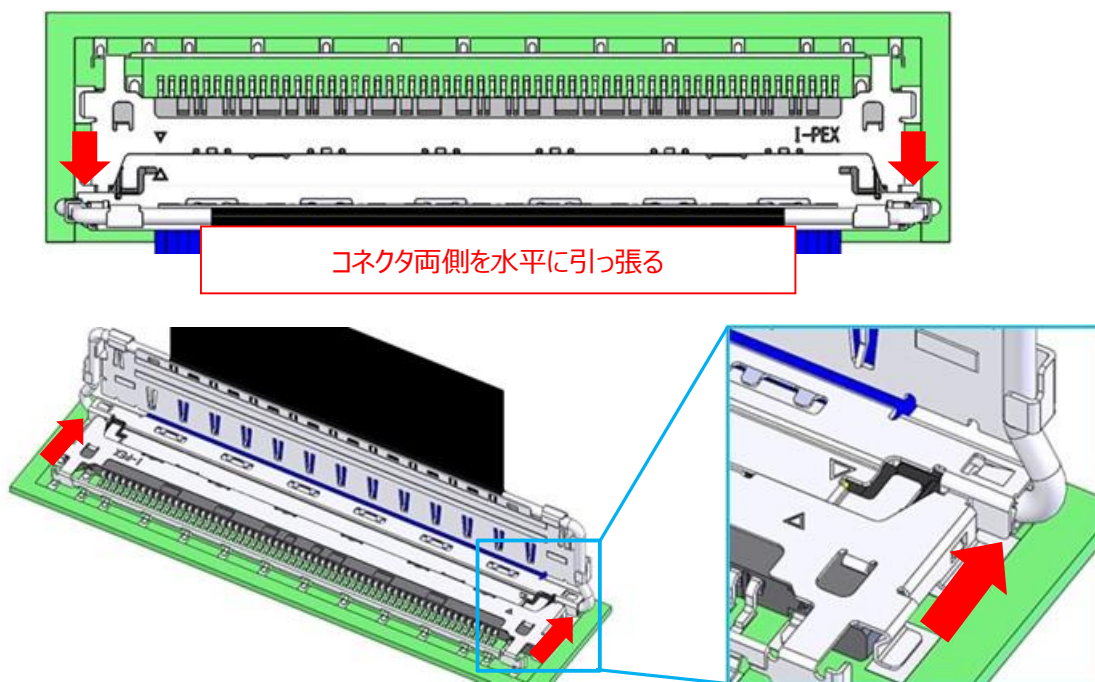

図 17
② 図 17 の様に、プラグコネクタの両端を水平に引っ張り、抜去を行う。